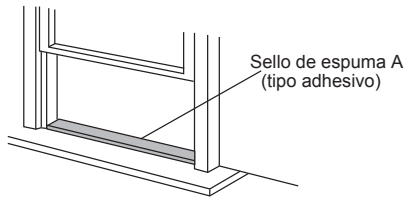

Fig.8
1. Corte el sello de espuma (tipo adhesivo) a la longitud adecuada y adjúntelo a la repisa de la ventana. Fig.8